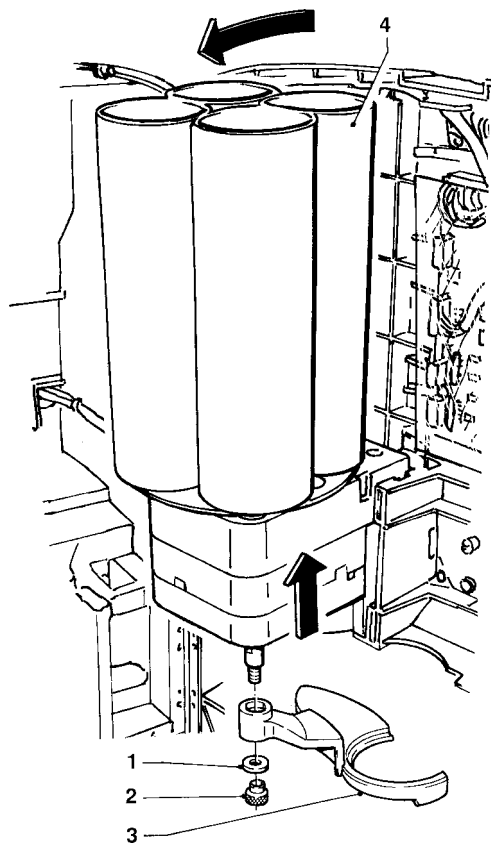

Fig. 3
- levantar ligeiramente o distribuidor de copos e incliná-lo (ver fig. 3);
Deve-se limpar periodicamente o braço transladador do copo desmontando-o da máquina. Para desmontá-lo, desaparafusar completamente a carrapeta de fixação (ver a Fig. 3).